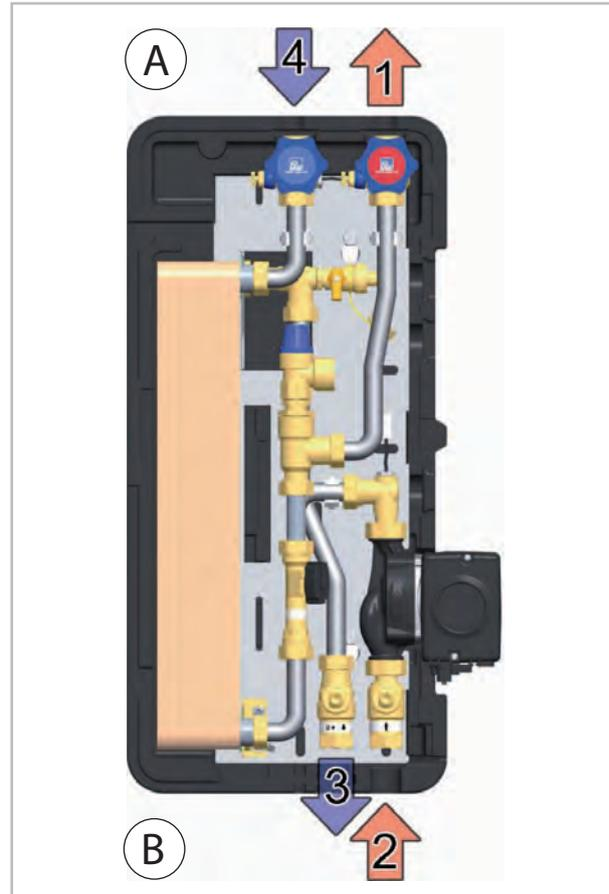

Abb. 5: Verrohrung der Frischwasserstation
7. ➤ Verrohren Sie das Frischwassermodul mit der Anlage gemäß der Abb. 5.